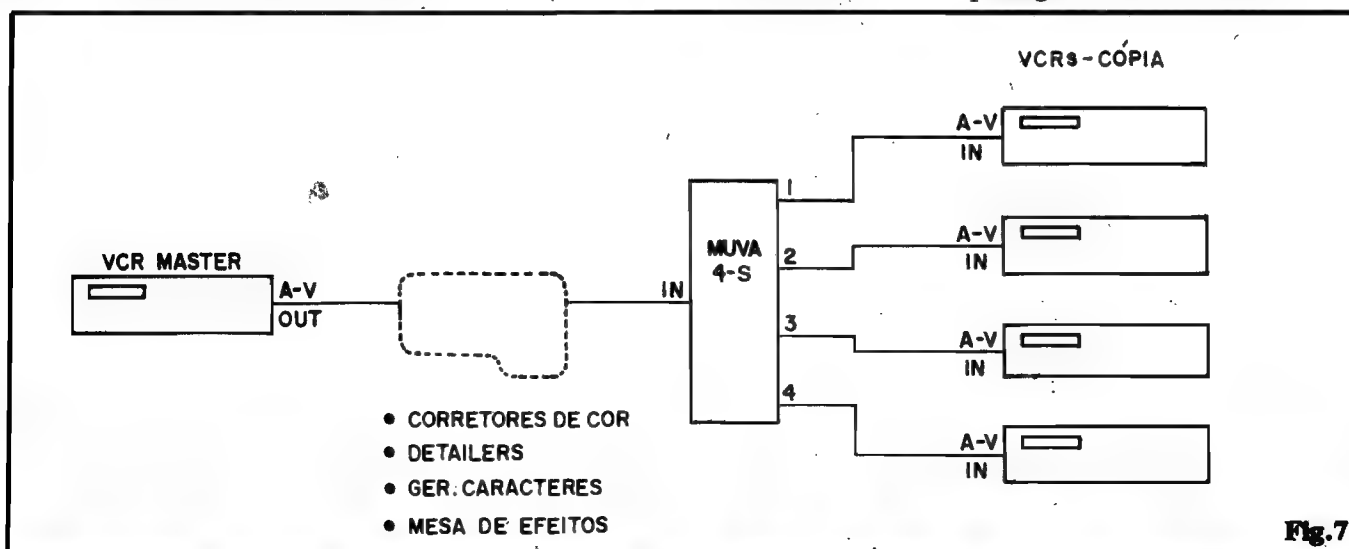

Fig. 7
- **FIG. 7 - O AJUSTE - A UTILIZAÇÃO BÁSICA** - Um ajuste pode ser feito "ao vivo", de maneira bastante precisa... Basta ligar os terminais de Vídeo-Áudio Out de um VCR, através da cabagem apropriada, às Entradas de A-V do MUVA-4S e monitorar pelo menos uma das 4 Saídas do aparelho... Essa monitoração tanto pode ser feita de modo direto, no caso de se dispor de um TV com entradas de A/V (vídeo composto), ou através de um segundo VCR, com seus jaques de Entrada de Áudio e Vídeo ligados - por exemplo - à Saída 1 do MUVA-4S, e com um TV comum conectado (via eventual "casador" de
dio... Na fig. 7 temos o diagrama básico para utilização do MUVA-4S em cópia múltipla simultânea, usando-se 4 VCRs na função record (e, obviamente, um na função play). Se, eventualmente, a ilha de edição do Leitor incluir corretores de cor, amplificadores de vídeo (detalhadores), geradores de caracteres ou mesa de efeitos, tais elementos deverão ser colocados, no percurso de sinal, entre o vídeo "master" (VCR play) e a Entrada do MUVA-4S, de modo que todas as cópias se valham das funções de tais periféricos...